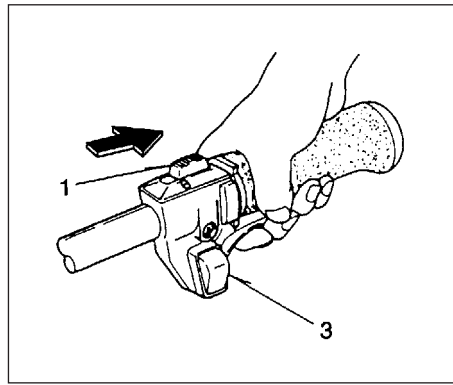

Fig. 2-2
Start (Fig. 2-2, 2B)
1. Sæt tændingskontakten (1) på positionen ON. (Fig. 2-2)